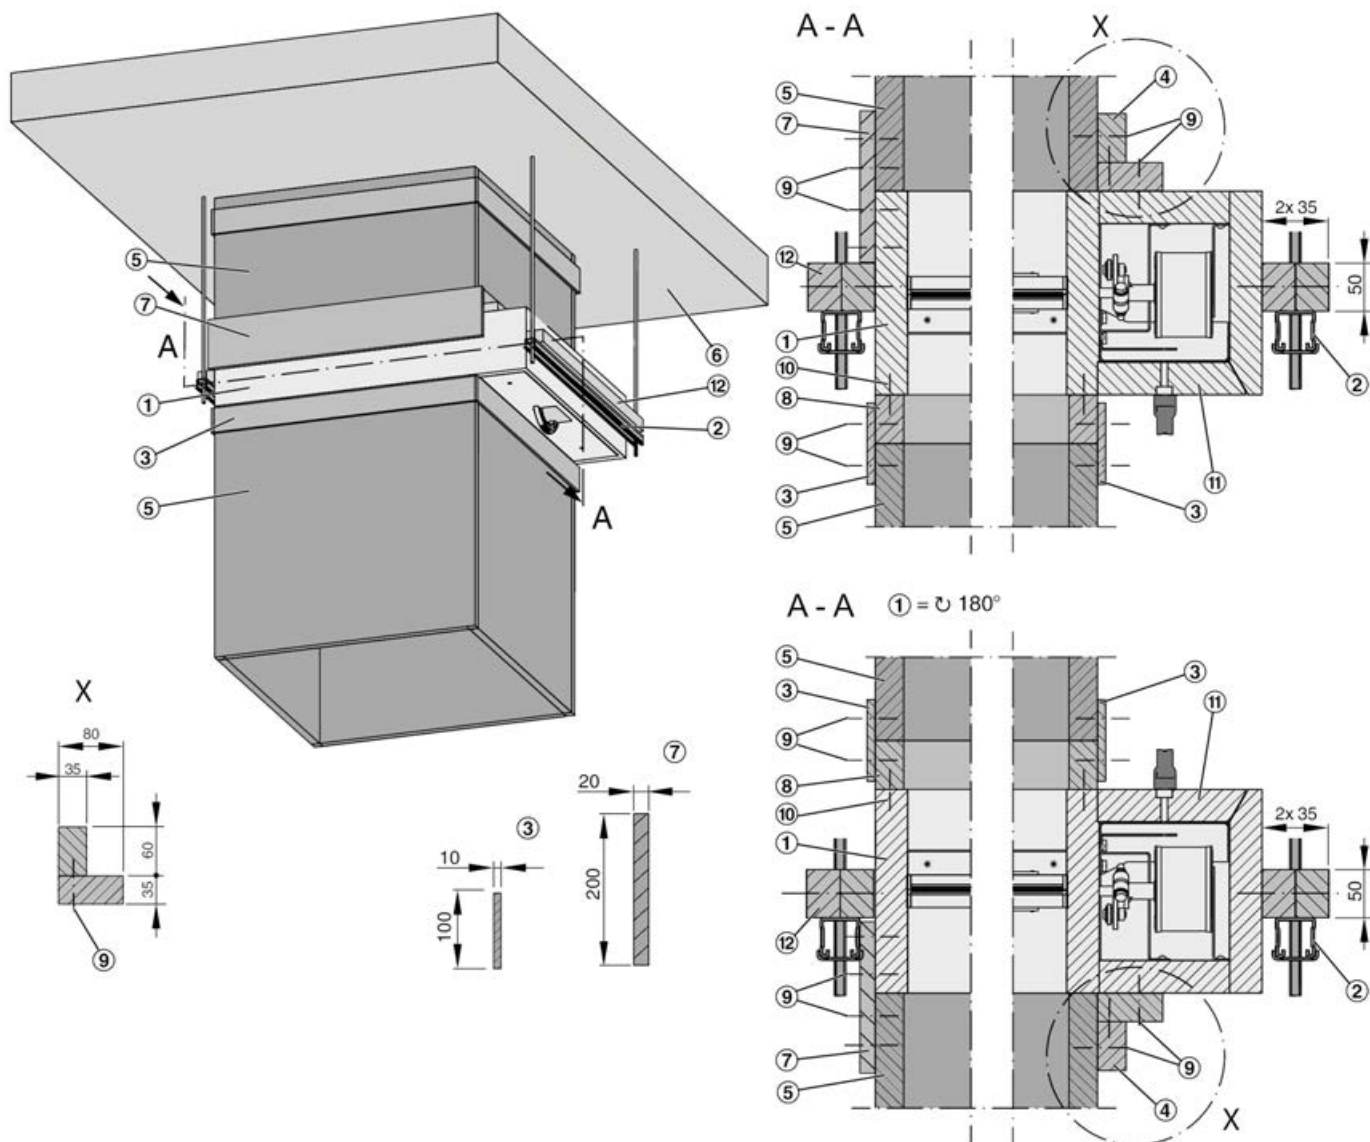

Fig. 30: instalación en conductos ignífugos verticales para extracción de humo, lado de funcionamiento parte superior o inferior (ver secciones transversales)
2. ▶ Adhiera el marco de conexión ( Fig. 30 /8) a la compuerta de control de humo en el lado de funcionamiento.
3. ▶ Adhiera la tira de refuerzo ( Fig. 30 /12) a la compuerta para control de humo
5. ▶ Conecte la sección en ángulo ( Fig. 30 /4) entre el encapsulado del actuador de la compuerta para control de humo y el conducto para extracción de humo resistente al fuego. Pegue las juntas entre sí y a la carcasa. Asegurar que se siguen en todo momento las instrucciones del fabricante.
6. ▶ Si el conducto para extracción de humo y la compuerta están enrasados, la compuerta puede conectarse con tiras de conexión ( Fig. 30 /3 y /7).